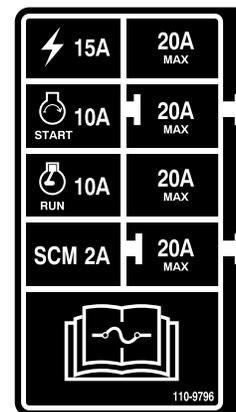

Figure 74
**Important:** Si vous devez remplacer un fusible, utilisez toujours un fusible de même type et de même intensité que celui d'origine, car vous pourriez sinon endommager le système électrique. Reportez-vous au schéma et à l'intensité de chaque fusible sur l'autocollant apposé près des fusibles (Figure 74).